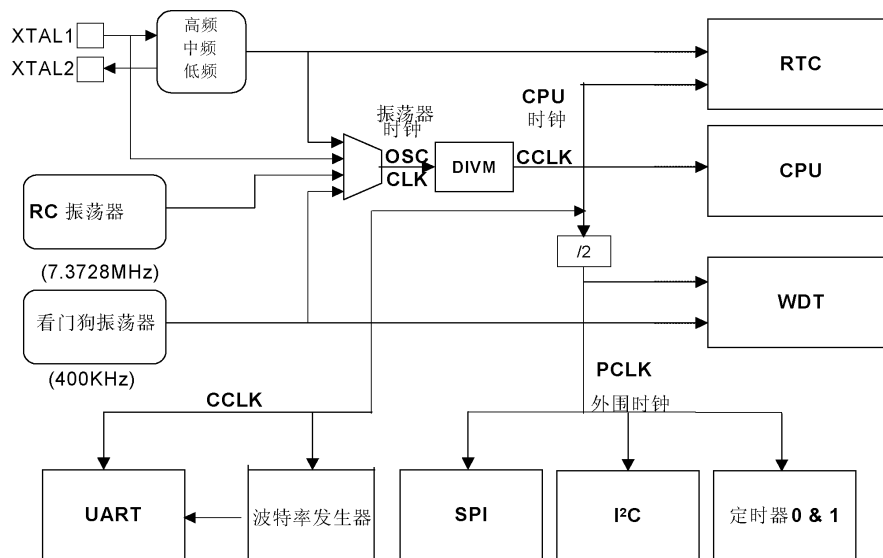

图4 振荡器控制框图
- OSCCLK—输入到 DIVM 分频器的时钟。OSCCLK 可选择 4 个时钟源之一（见图 4），也可降低到较低的频率（见 8.7 节“CPU 时钟（CCLK）调整：DIVM 寄存器”）。